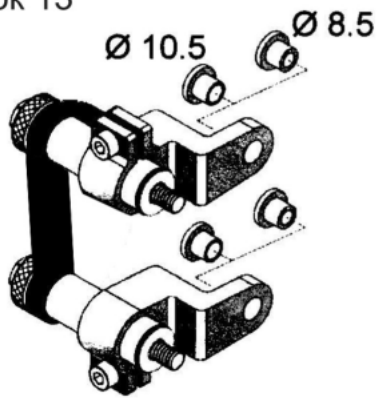

Рисунок 15
2. Определите какие вставки для крепежного адаптера использовать, в зависимости от диаметра (см. рис.15):